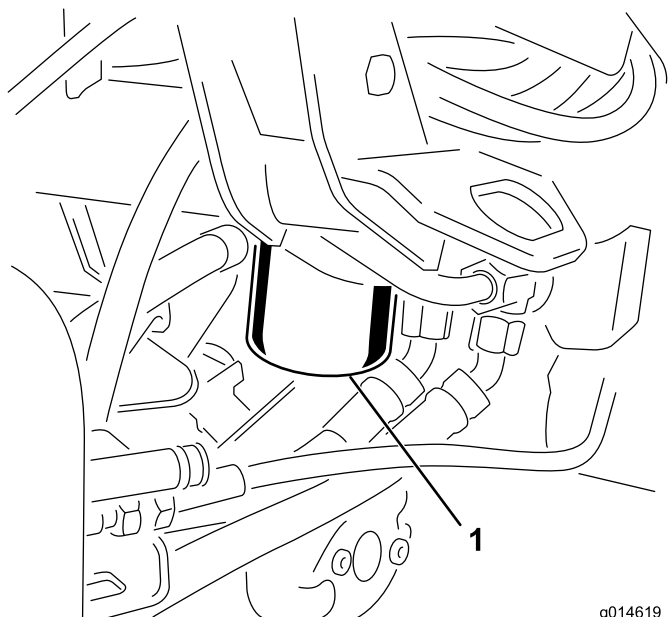

Figura 51
1. Pulite la superficie circostante il filtro (Figura 51). Collocate una bacinella di spurgo sotto il filtro e togliete il filtro.